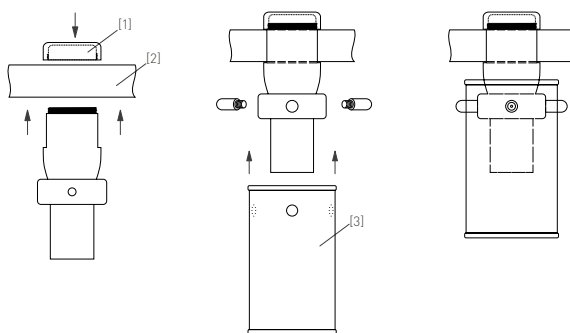

Рис. 2. Установка светильника
- Устройство крепления выполнено в виде завинчивающегося фиксатора с правой резьбой, который накручивается на верхнюю часть корпуса светильника. Открутите верхнюю часть фиксатора [1] у светильника, тем самым освободив установочное пространство. Аккуратно извлеките стеклянную колбу [3] светильника из упаковки, установите стеклянную колбу на корпус светильника, закрепив ее декоративными винтами. Установите светильник в необходимом месте шинопровода [2] и зафиксируйте его, закрутив верхнюю часть фиксатора светильника, как показано на рис. 2.